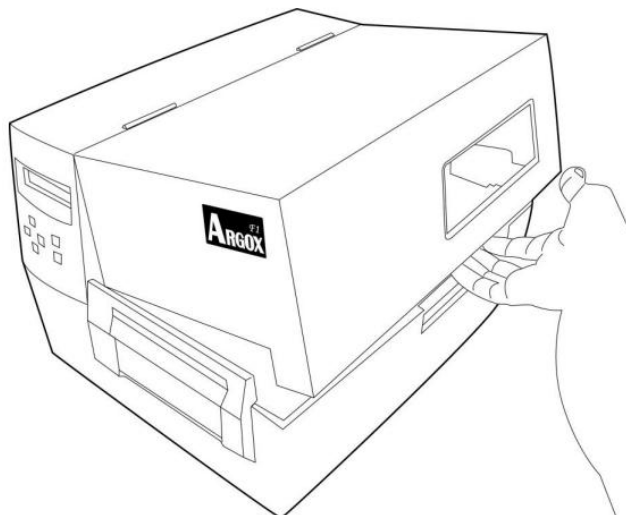

Рисунок 1
1. Поднимите верхнюю крышку и переднюю дверцу для предоставления доступа к отделению для носителя (ленты) (Рис. 1).